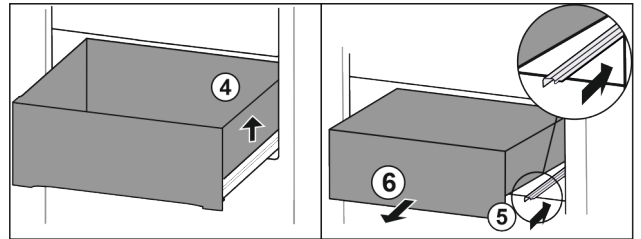

Fig. 16
- ▶ Підняти висувний ящик праворуч. Fig. 16 (4)
- ▶ Вставити праву рейку. Fig. 16 (5)
- ▶ Вийняти висувний ящик рухом вперед. Fig. 16 (6)